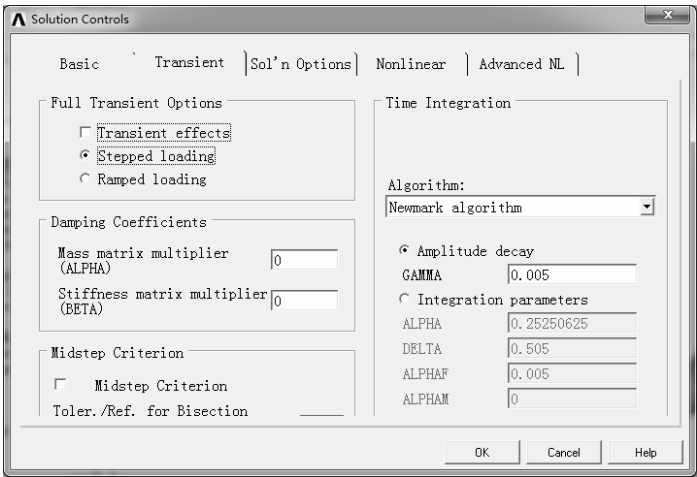

图 7-202 “Transient” 选项卡
2) 单击“Transient”选项卡, 选择“Full Transient Options”中的“Stepped loading”选项, 如图 7-202 所示。单击“OK”按钮确认。